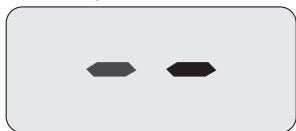
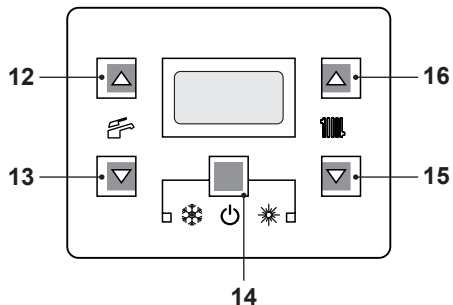

Figura 6.6
Figura 6.7
- Alimentare elettricamente la caldaia azionando l'interruttore bipolare previsto in installazione. Il display LCD visualizza il simbolo  (Figura 6.6).
- Tenere premuto per 2 secondi il tasto 14 fino a far apparire sul display entrambe i simboli  e . Figura 6.7.
- Spegnerne la caldaia tenendo premuto per 2 secondi il tasto 14 (Figura 6.7) fino a far apparire sul display LCD il simbolo  (Figura 6.6).